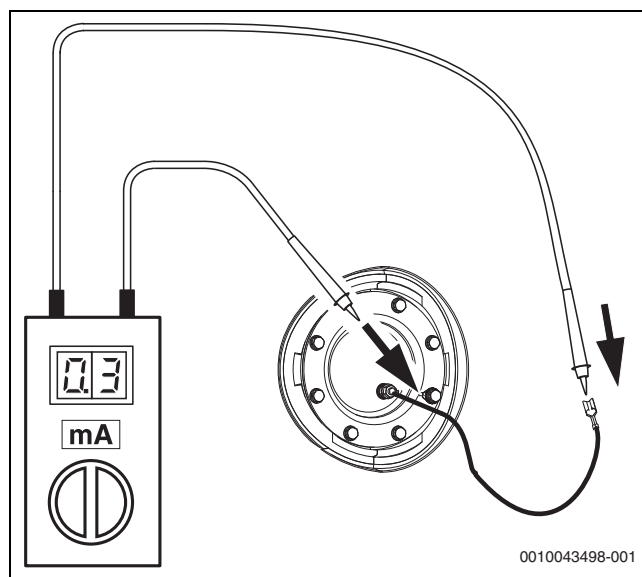

Fig. 48
Nous recommandons que les anodes en magnésium isolées soient également contrôlées chaque année au niveau du courant de protection à l'aide d'un contrôleur d'anode (→ Fig. 48). Le contrôleur d'anode est disponible comme accessoire.
- ▶ Contrôler la perte de tension au passage entre la borne de mise à la terre et l'anode en magnésium. Si le courant de l'anode est < 0,3 mA, remplacer l'anode en magnésium (→ Fig. 48).